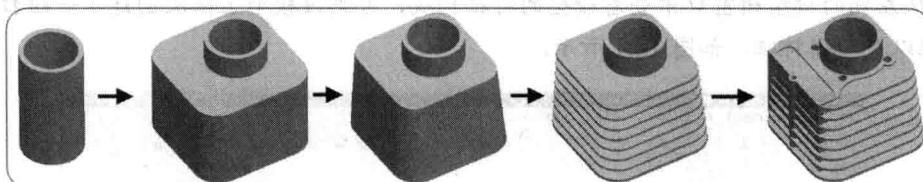

图1-23 模型的特征组合
5. 使用同样的方法从下至上依次删除特征，观察这个模型是怎样通过“搭积木”方式由各种特征组合而成的，如图1-23所示。